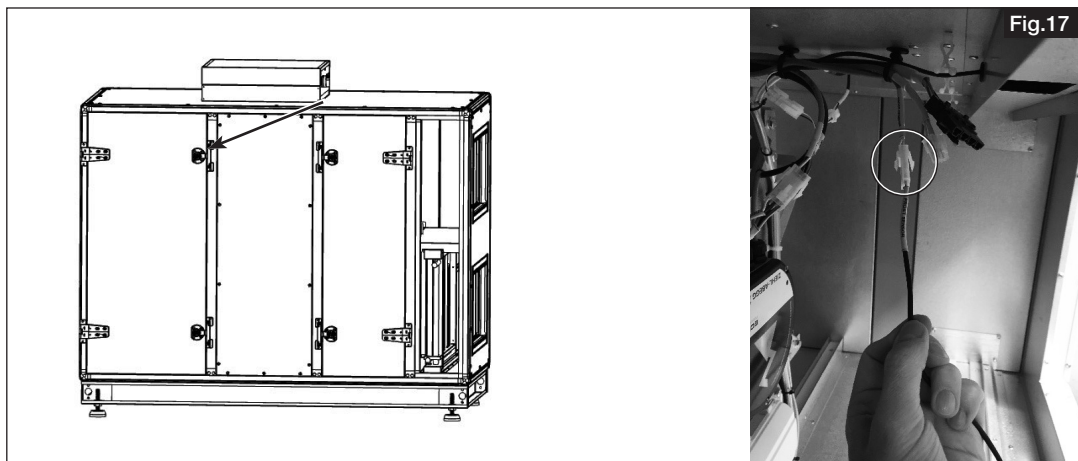

Fig. 15
1. Retirer le panneau (voir fig. 15).